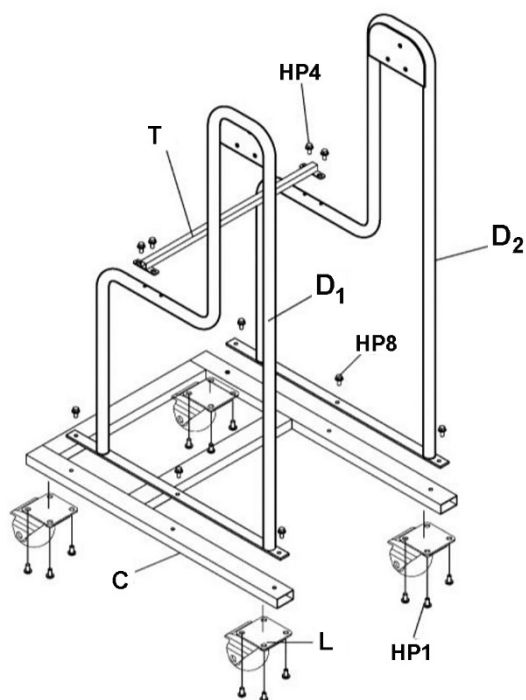

Figure 3
1. Installez quatre roulettes (L) sur la base (C) avec les vis à tête cylindrique (HP1). Voir la Figure 3.
2. Installez les montants gauche et droit (D₁, D₂) sur la base (C) avec les écrous à bride (HP8).
3. Installez le support de montant (T) sur les montants avec les écrous à bride (HP4).